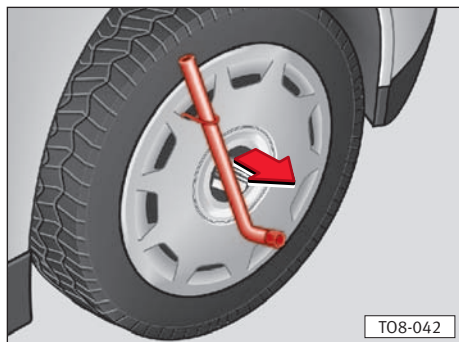

Fig. 135
– Retirar o **extra integral** da roda com a chave e o gancho*. Encastrar este último em um dos bordes do extra integral da roda e por o gancho e retirar o extra ⇒ fig. 135.